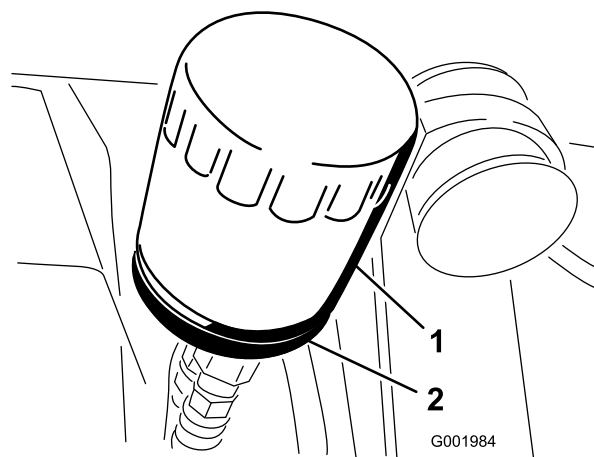

Figura 50
2. Retire el filtro de aceite (Figura 50).
5. Instale el filtro de aceite nuevo en el adaptador del filtro. Gire el filtro en el sentido de las agujas del reloj hasta que la junta de goma entre en contacto con el adaptador del filtro, luego apriete el filtro 1/2 de vuelta más (Figura 50).